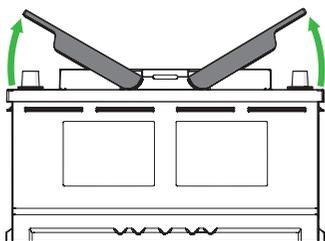

Figure 6.
- a) Soulever les poignées à 30°. (Figure 6)